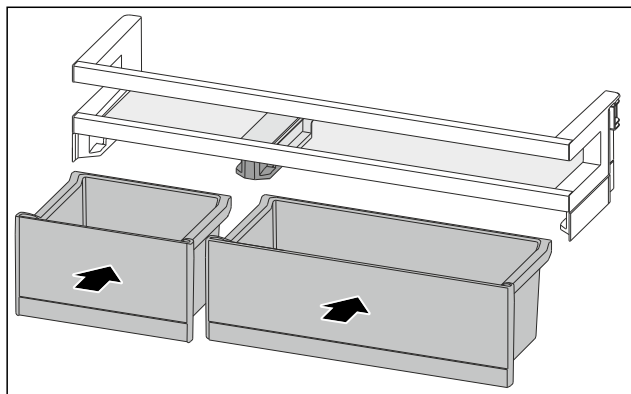

Fig. 108
- Installer les VarioBoxes dans l'agencement inverse. (voir Fig. 108)